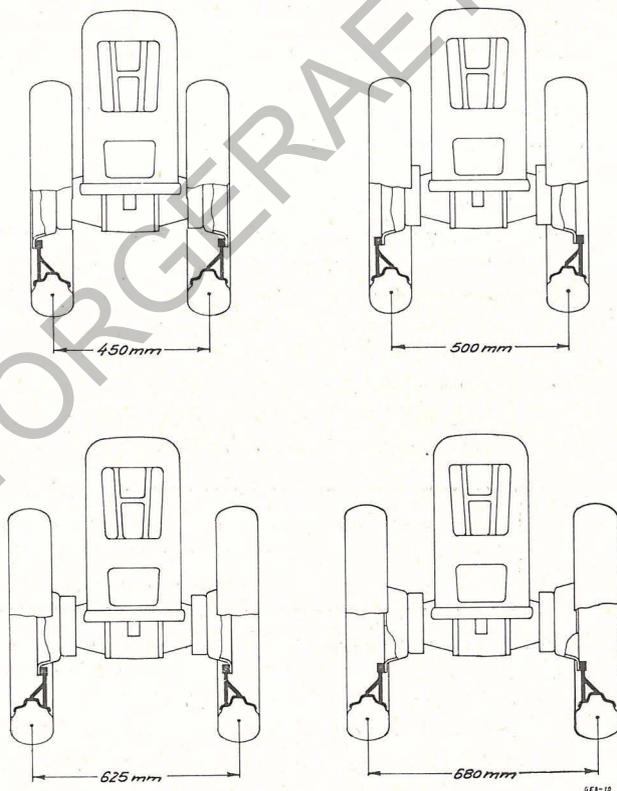

Bild 5: Schlepperspurweiten
Zur Anpassung an verschiedene Reihenweiten läßt sich die Spurweite von 450 mm bis 680 mm gemäß nebenstehendem Schema verstellen. Mit den serienmäßigen Schlepperrädern 5.00x16 AS können 4 verschiedene Spurweiten durch entsprechendes Montieren der Radschüsseln (13) und der Räder erreicht werden (siehe Bild 5).